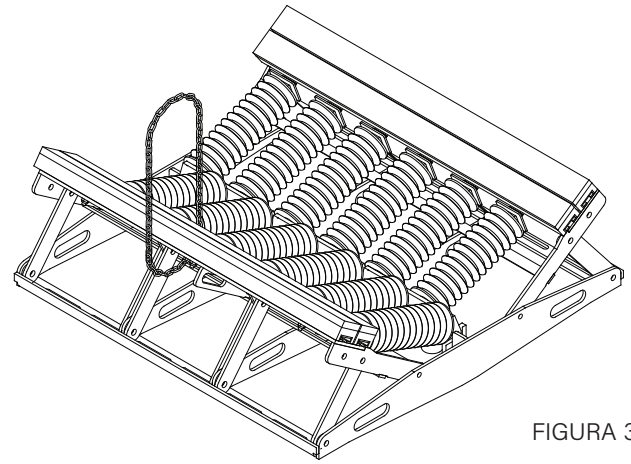

FIGURA 3
5. Levante el brazo abatible usando la correa o cadena que muestra la Figura 3 y retire los brazos de soporte.